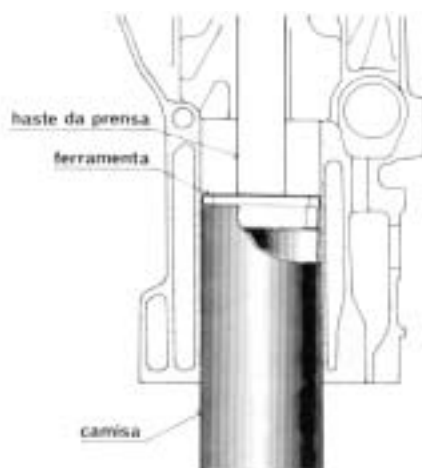

FIG 13
1. Com a ferramenta número 81 30 409 e uma prensa, remova as camisas sacando-as pelas bases, **Fig. 13**.